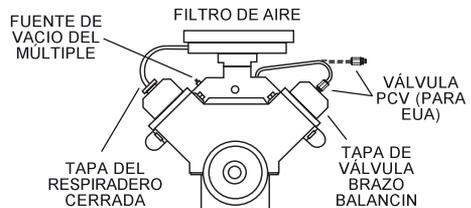

Fig.2
4. Si el motor está equipado con una válvula PCV (para EUA) (Ventilacion Positiva del Carter), sacar la valvula PCV en la tapa del brazo del balancín del motor y bloquear la válvula en la parte inferior con cinta adhesiva o con algun otro metodo. Fig. 2
5. Con ayuda de la manguera que se incluye en el equipo, conectar el vacuómetro a una fuente de vacío del múltiple de admisión (lo más cerca posible). Esta puede ser un conector en el carburador, debajo de la placa del acelerador o un conector en el múltiple de admisión. Fig. 2 y 3
1. Conectar el vacuómetro a una fuente de vacío en el múltiple. Fig. 2 y 3